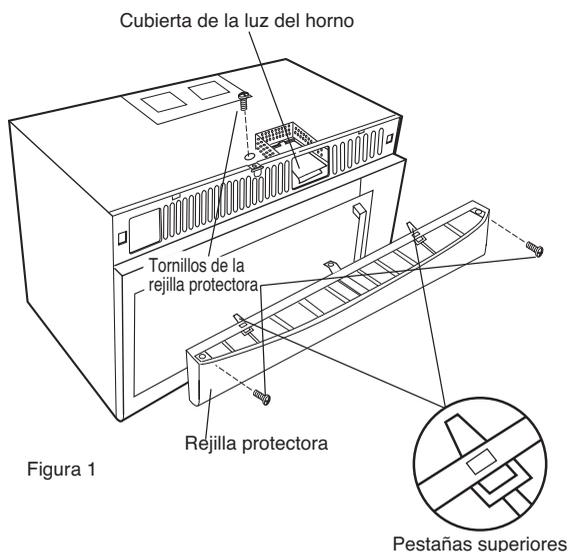

Figura 1
2. Abra la cubierta de la luz del horno levantando cuidadosamente el borde delantero. Vea la figura 1.